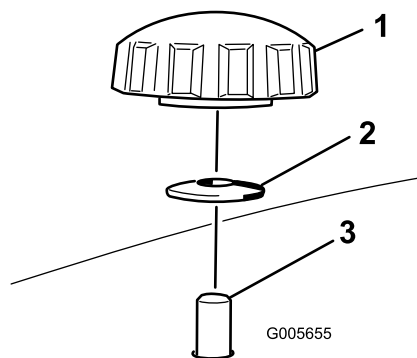
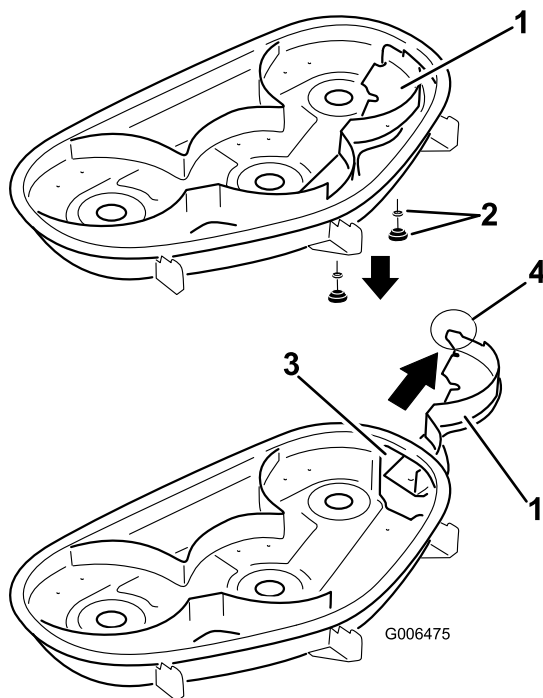

Figura 20
Figura 21
4. Togliete le 2 manopole e le rondelle curve che fissano il diaframma destro al tosaerba come illustrato nella Figura 20.
5. Togliete il diaframma destro e abbassate il deflettore dell'erba sull'apertura di scarico come illustrato nella Figura 21 e Figura 20.
4. Infilate il diaframma destro nell'apertura di scarico e fissarla utilizzando le 2 manopole e le rondelle curve (lato concavo verso il tosaerba) come illustrato nella Figura 20 e Figura 21.